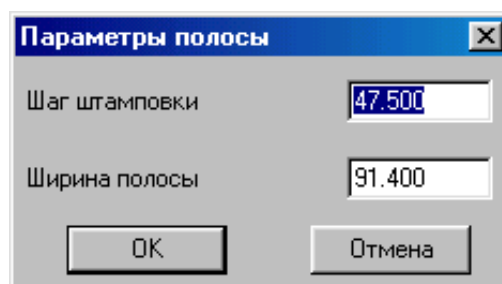

Рисунок 1.30 – Вікно діалогу параметрів штаби
- уточніть у вікні діалогу параметри штаби (рис. 1.30);